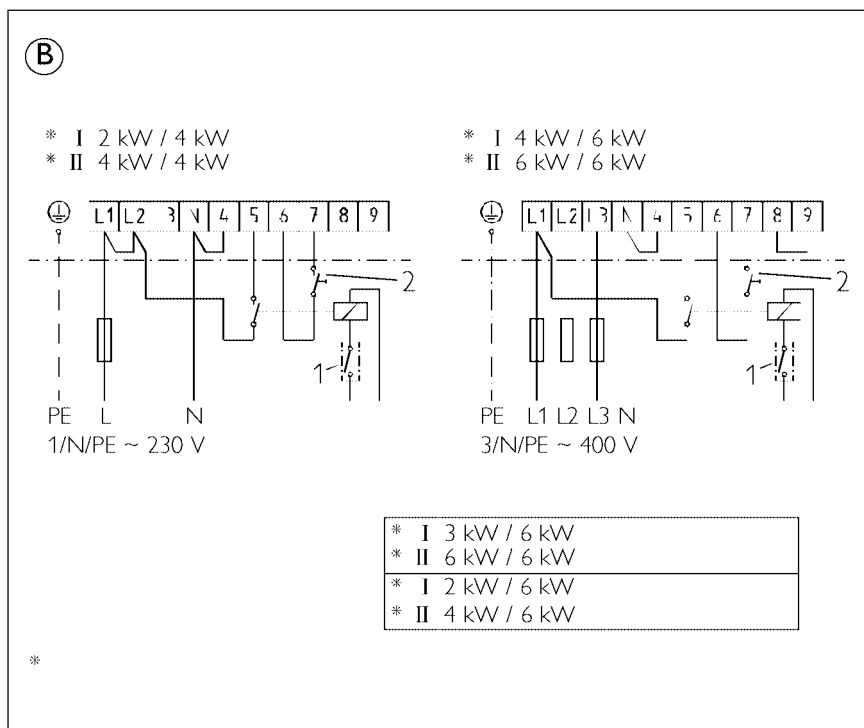

Рис. 8
- Присоединить защитный провод, прибор подключить согласно примерам подключения (рис. 8 или 9). Щит с данными обозначить наклейкой, находящейся на крышке распределительного устройства.
**(B) Измерение одним счетчиком (рис. 8)**